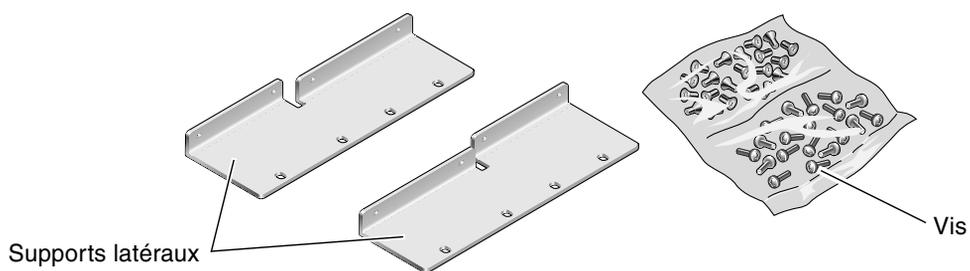

FIGURE 3-23 Contenu du kit de montage dans un rack de 23 pouces à deux montants
1. Retirez les supports latéraux du kit de montage (voir FIGURE 3-23).